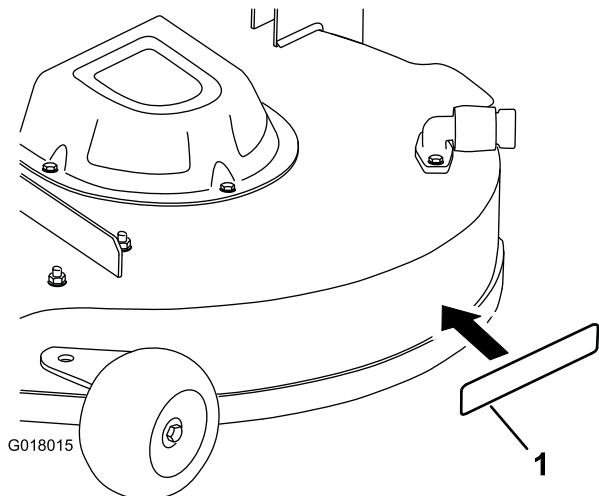

Figura 6
17. Instale la pegatina en la zona indicada en Figura 6.
- C. Separe la pegatina del soporte y colóquela en su lugar (Figura 6).